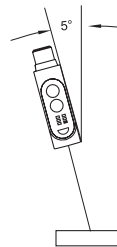

Fig. 9 Objets réfléchissants
- En cas de surfaces fortement réfléchissantes ou brillantes, incliner le capteur d'env. 5° par rapport à la surface de l'objet (Fig. 9).